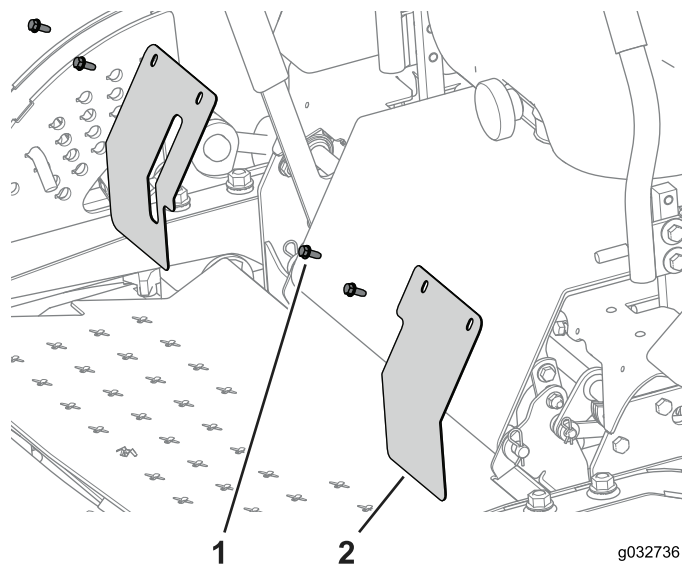

図 128
3. ボルト $\frac{1}{4}$ " x $\frac{5}{8}$ "を使って、カバープレートを機体に固定する図 128。